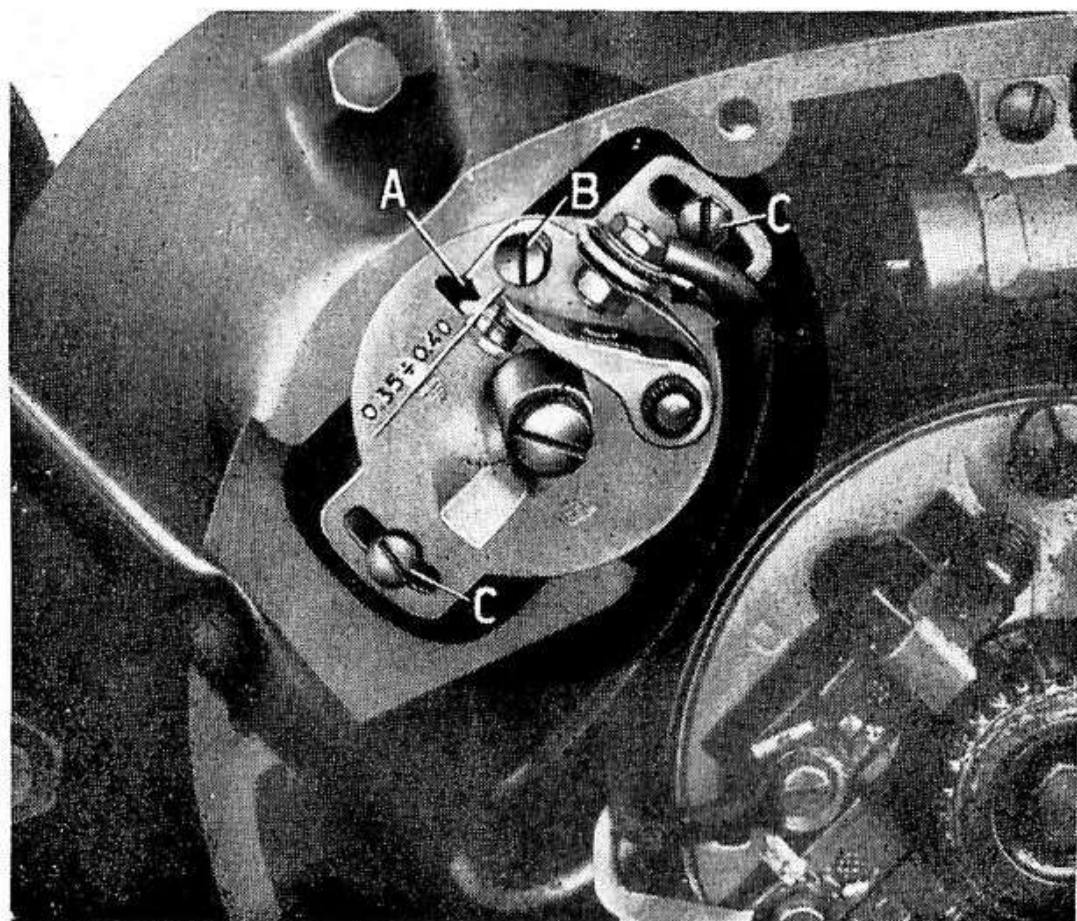

Fig. 12
5. Registrare il ruttore (vedi fig. 12).
Allentare le viti C del ruttore (vedi fig. 12) e ruotare il ruttore stesso in senso orario per anticipare o in senso antiorario per ritardare.